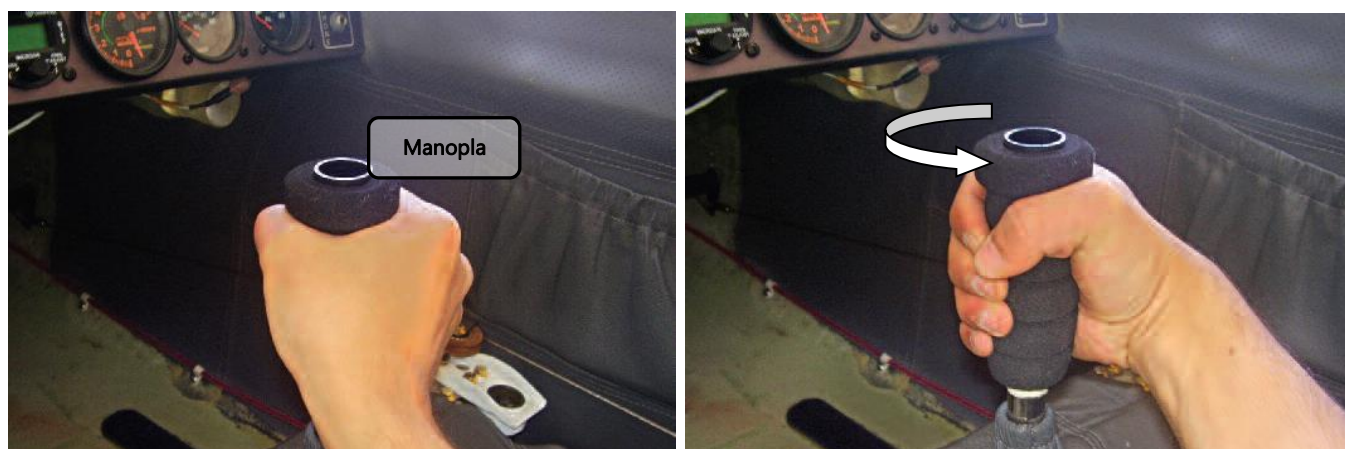

Figura 25.10.5 – Remoção da espuma da manopla
4. Remover a manopla do manche realizando movimentos de giro de um lado para o outro. Ver figura 25.10.5;